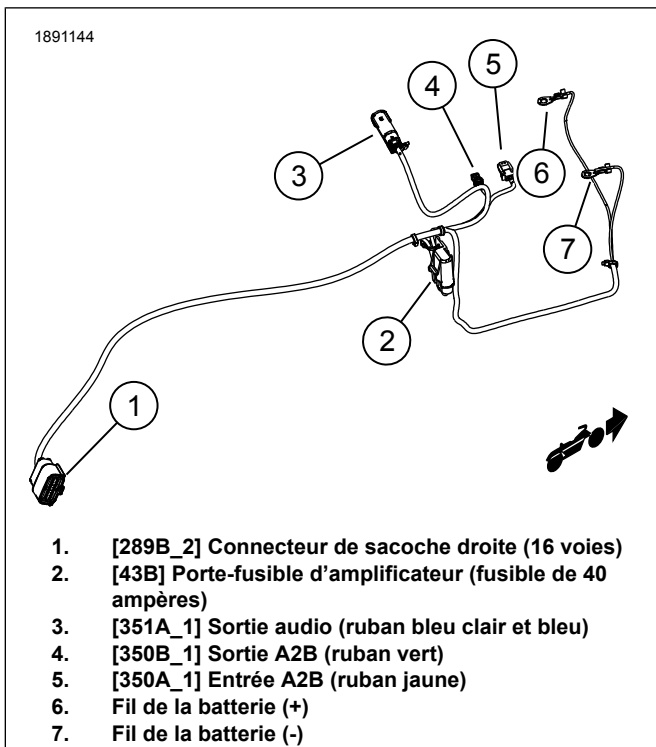
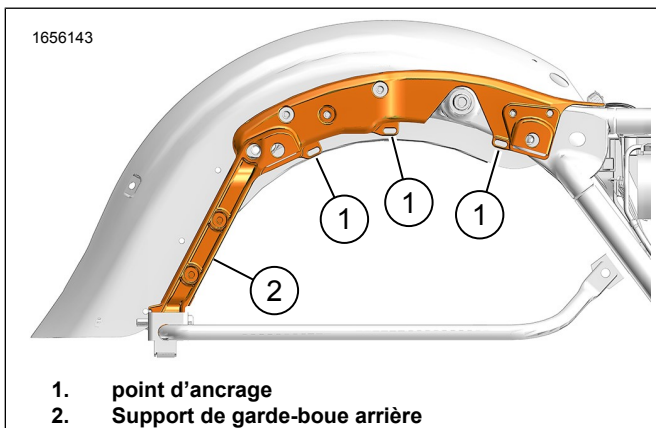
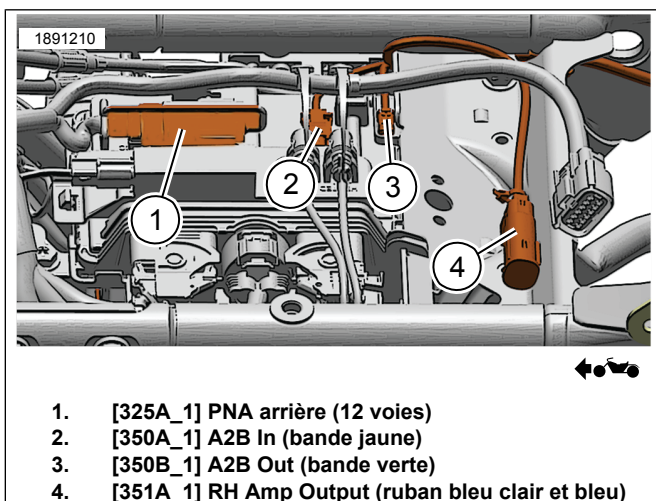

Figure 9. Connecteurs de faisceau externe
Figure 10. Support de garde-boue arrière
Figure 11. Vue de dessus du routage sous le siège du faisceau externe
- a. Consultez Figure 9 et Figure 10. Acheminez le faisceau de sacoche externe le long du rail du cadre arrière droit. À l'aide de sangles de câble, installez lâchement le faisceau aux points d'ancrage (1). Ne serrez pas les sangles de câble.
- a. Consultez Figure 9 et Figure 11. Connectez le connecteur de faisceau externe [350A_1] au connecteur de faisceau d'amplificateur accessoire [350B_1] (tous deux avec du ruban jaune).